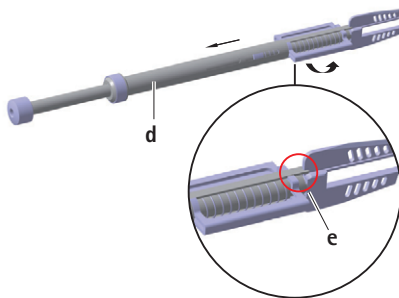

Fig. 3
- Encajar la ranura **e** del separador **d** en el resalte del cinkel, ver Fig. 3.